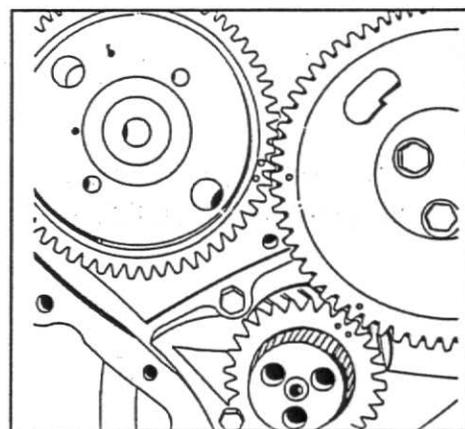

Fig. 16
9. Monte a engrenagem da árvore de comando das válvulas posicionando corretamente as marcas de sincronismo. Ferramenta nº 81 30 414, fig.16.